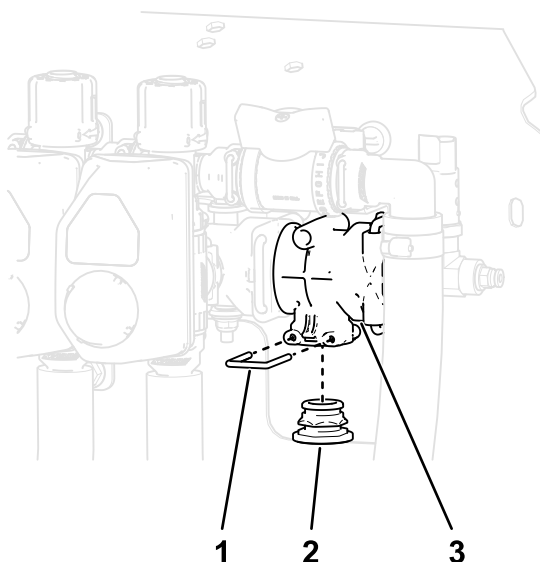

Figura 25
2. Retire la horquilla de retención que sujeta el tapón de derivación, y retire el tapón de derivación de la parte inferior del distribuidor T de la máquina (Figura 25).